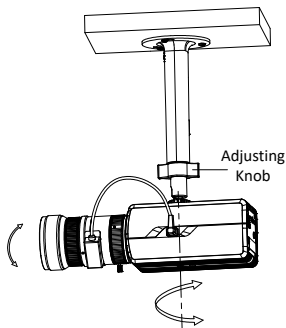

Abbildung 2-4 Kamera befestigen und ausrichten
- Schrauben Sie die Kamera auf die Halterung und ziehen Sie die Fixierschraube fest, wie in Abbildung 2-4 gezeigt.